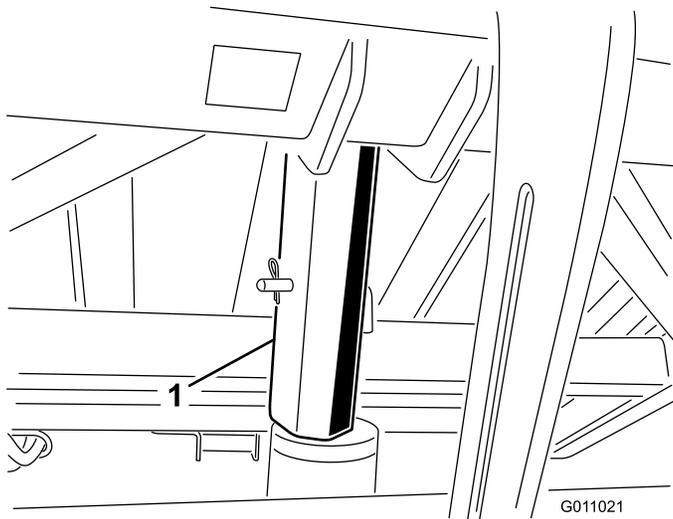

图26
3. 将料斗安全支架插入油缸杆，确保支架端靠在油缸筒和油缸杆头上（图26）。